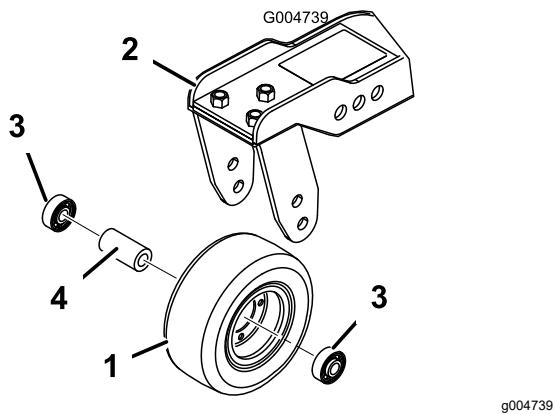

Figura 124
1. Togliete il dado di bloccaggio dal bullone che fissa il gruppo ruota orientabile alla forcella (Figura 123) o al braccio di rotazione (Figura 124).
2. Togliete il cuscinetto dal mozzo della ruota e lasciate cadere il distanziale del cuscinetto (Figura 123 e Figura 124).